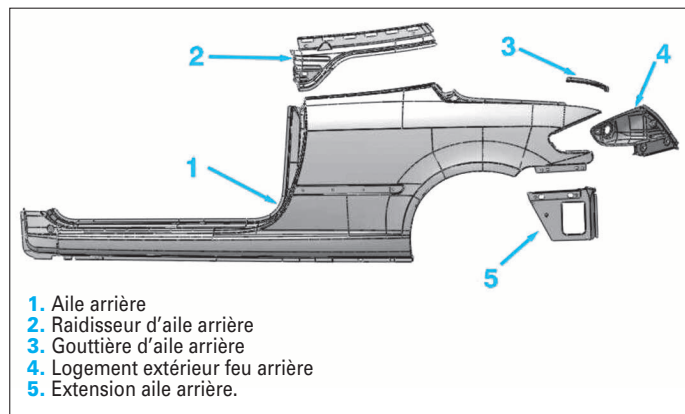

FIG. 61
- Identification des pièces neuves (Fig.61).